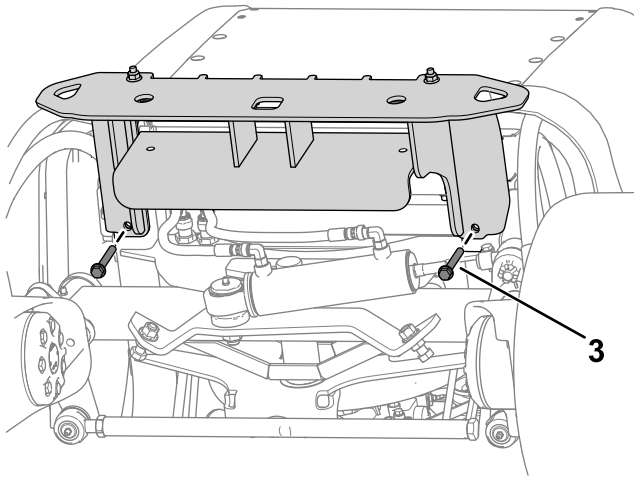

Figura 14
2. Sujete provisionalmente el área superior del parachoques en el bastidor de la máquina usando 4 pernos ($\frac{3}{8}$ " x $3\frac{1}{4}$ ") y 4 tuercas ($\frac{3}{8}$ "), tal y como se muestra en la Figura 14.
3. Sujete provisionalmente el parachoques bajo el bastidor de la máquina usando 2 pernos ($\frac{3}{8}$ " x $2\text{-}3\frac{3}{4}$ ") y 2 tuercas ($\frac{3}{8}$ "), tal y como se muestra en la Figura 14.